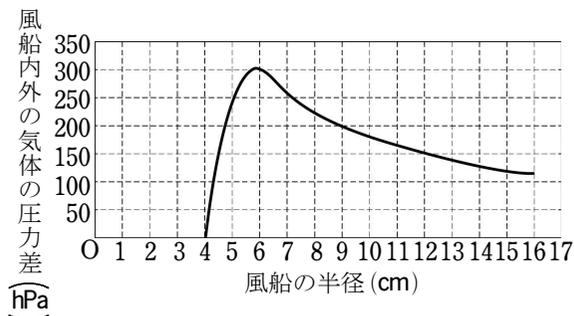

図2 風船の半径と風船内外の気体の圧力差の関係
風船が膨らんでいるとき、風船内部の気体の圧力はゴムによって内側に押されているので気体の圧力は高くなる。風船内外の気体の圧力差と風船の半径について調べたところ、図2のようになった。この結果は、風船外部の気体の圧力や温度に依存しない。
- (ア) それぞれの風船が大きくなるか、小さくなるか、変わらないか、また最終的な大きさはそれぞれどうなるか、式や図2のグラフを根拠に理論的に説明せよ。ただし風船の最終的な大きさは厳密な数値を求める必要はなく、(イ)で示されている大まかな範囲がわかればよい。
- (イ) 風船A, 風船Bの最終的な大きさをそれぞれ、次から選び、①~⑭の記号で答えよ。
$r_B = 10.0 \text{ cm}$  のとき、図 2 より  $r_A = 4.7 \text{ cm}$ ,  $\Delta P_A = \Delta P_B = \frac{1800}{10.0} = 180 \text{ hPa}$  より
また、 $r_B = 11.0 \text{ cm}$  のとき、図 2 より